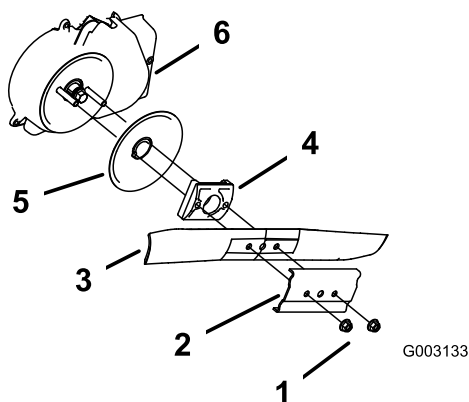

Figura 45
3. Retire las 2 tuercas de la cuchilla y el refuerzo (Figura 45).
4. Retire la cuchilla (Figura 45).
5. Retire el impulsor de la cuchilla y el disco (Figura 45).
6. Retire el protector del embrague del freno de la cuchilla (Figura 45).
10. Instale la cuchilla y el refuerzo que retiró anteriormente (Figura 45).